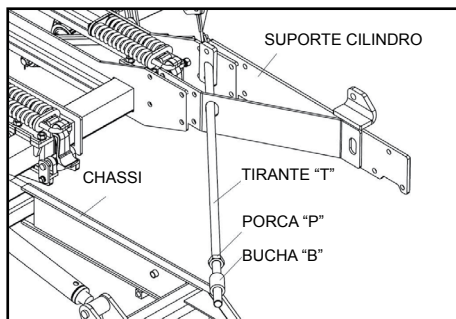

Figura 25
c) Posicione o tirante, juntamente com o suporte do cilindro, na lateral do cabeçalho, de tal forma que a parte roscada do tirante, passe através da bucha "B", do cabeçalho (Figura 25).